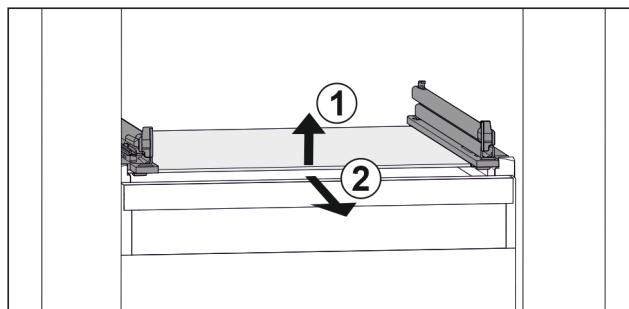

Fig. 45 Príklad zobrazenia sklenenej dosky
- Nadvihnite sklenenú dosku vpred. Fig. 45 (1)
- Odoberte sklenenú dosku dopredu. Fig. 45 (2)